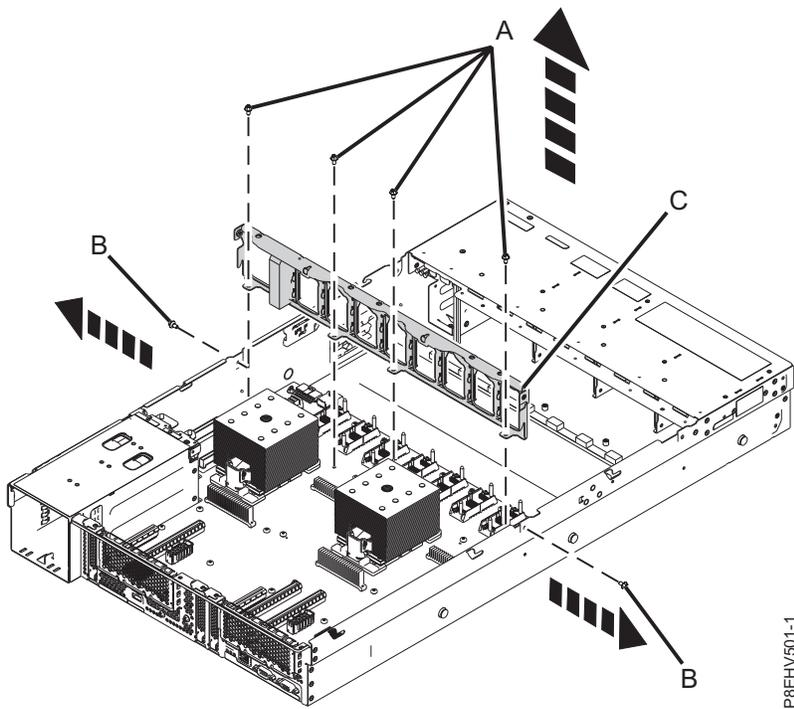

Figura 63. Remova o suporte do meio e as localizações de parafuso
10. Remova o suporte do meio (C). Consulte Figura 63 na página 65.
- a. Remova os dois parafusos (B) de cada lado do sistema.
- b. Remova os quatro parafusos (A) que conectam o suporte do meio ao painel traseiro do sistema.
- c. Levante o suporte do meio (C).